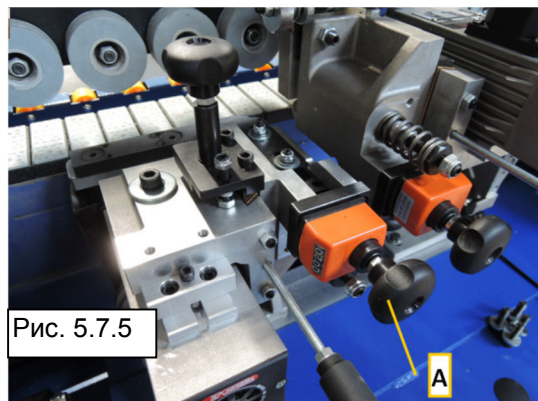

Рис. 5.7.5
2. Для установки глубины резания поворачивайте ручку А (Рис. 5.7.5).